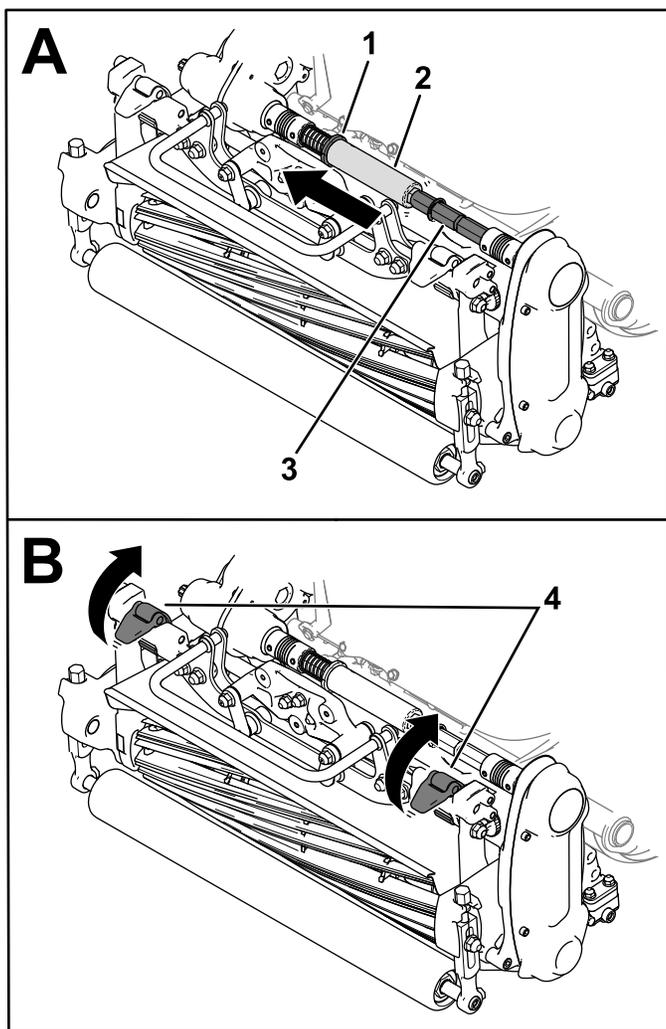

图 39
3. 将环圈 图 39 移动到变速箱轴槽中。
4. 将六角管道从滚刀组联轴器轴上滑下 图 39。
5. 向上移动悬挂门锁以从机器上松开滚刀组 图 39。